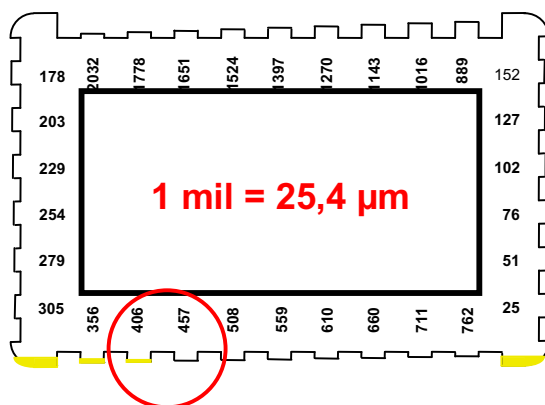

Figure 7 Exemple d'épaisseur du film humide
- Voir la figure 7 pour un exemple de calcul.